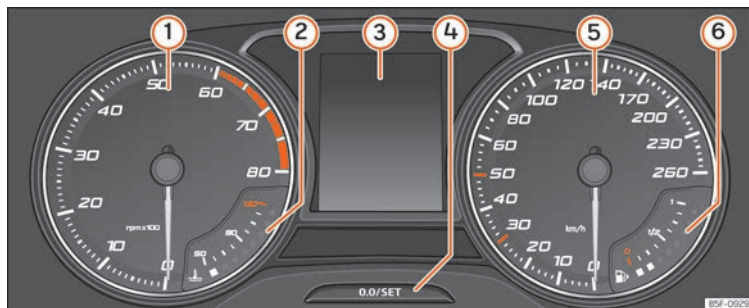

Fig. 54 Painel de instrumentos no painel de bordo.
Explicações sobre os instrumentos »» **Fig. 54:**
- Pressione brevemente o botão **0.0/SET** » » Fig. 54 ④ para repor o conta-quilómetros parcial em 0.
- Mantenha pressionado o botão **0.0/SET** ④ durante 3 segundos e visualizará o valor anterior.